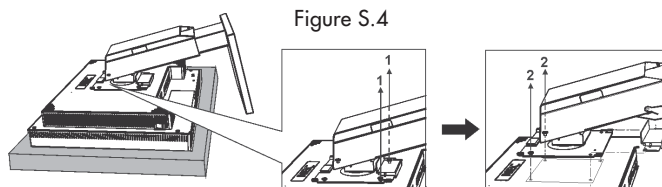

Figure S.4
6. Retirez les 2 vis qui fixent le support à la base (no 1), puis retirez les 2 vis supérieures (no 2) pour dégager l'assemblage du support (figure S.4). Le moniteur est maintenant prêt à être monté de façon différente.